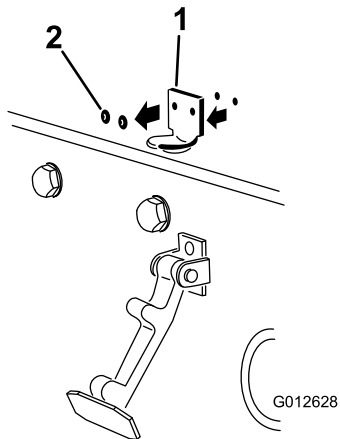

Figura 5
2. Retire os 2 rebites que prendem o suporte do trinco ao capot (Figura 5).
Nota: O suporte do trinco tem de estar contra o capot (Figura 5).